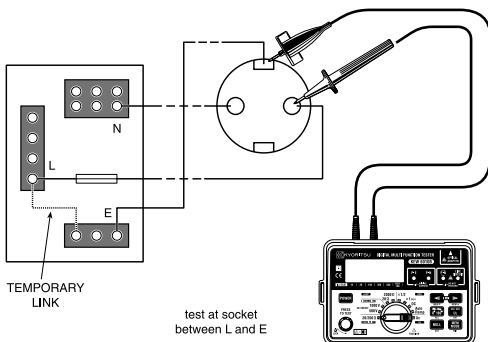

Fig 3
- Verbind de meetsnoeren met het circuit waarvan de weerstand moet gemeten worden (zie Fig.3). **Eerst controleren of de stroomkring volledig ontladen is.** De spanningsindicatieLED zal oplichten als het circuit spanning bevat – maar controleer niettemin alvorens de test te beginnen !